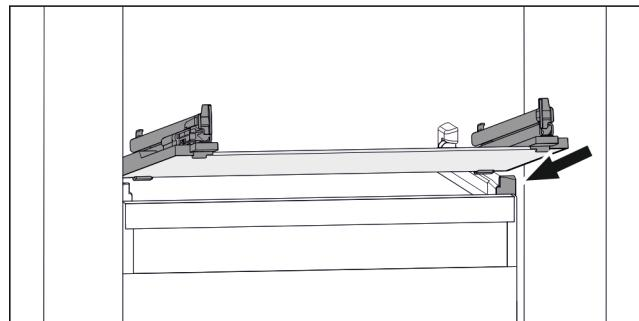

Fig. 73 Príklad zobrazenia sklenenej dosky
- Nasadte sklenenú dosku šikmo za zarázkami. (pozri Fig. 73)